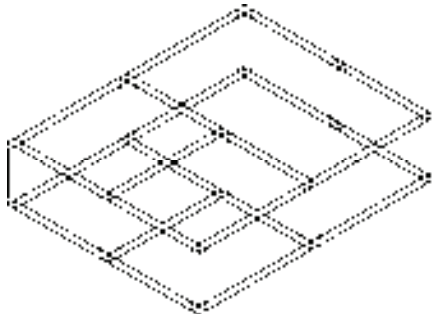

图 4-6 三维效果
6) 将当前视图转换为“西南等轴测视图”，查看标准柱的三维效果，如图 4-6 所示。